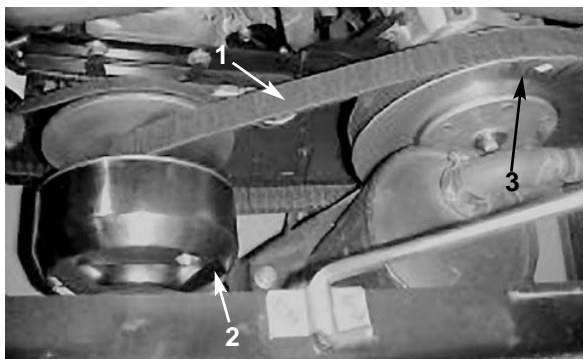

Figure 25
1. Tournez la courroie et faites-la passer sur l'embrayage secondaire (Fig. 25).
2. Déposez la courroie de l'embrayage primaire (Fig. 25).